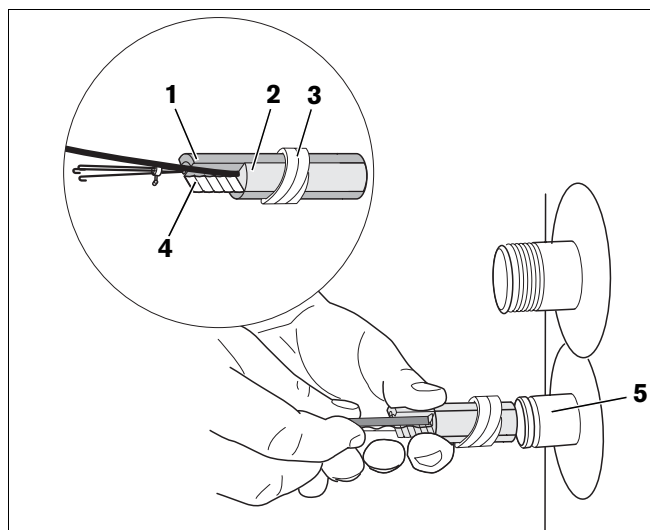

Fig. 7 Montage de la sonde de température d'eau chaude sanitaire
- Insérer le pack de sonde (fig. 7, **pos. 1** à **4**) jusqu'à la butée dans le doigt de gant (fig. 7, **pos. 5**). La spirale en plastique (fig. 7, **pos. 3**) qui maintient le kit de sonde se rétracte automatiquement.
Le ressort compensateur (fig. 7, **pos. 4**) garantit le contact entre le doigt de gant et les surfaces de sonde assurant ainsi une transmission fiable de la température.